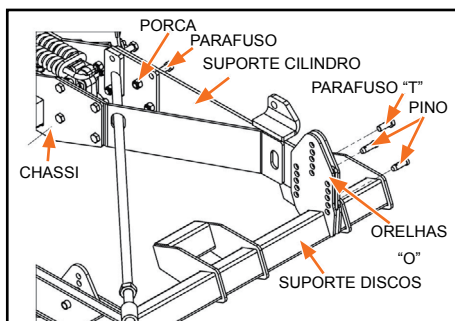

Figura 25
d) Coloque os parafusos e porcas de fixação do suporte cilindro e os pinos de regulagem de altura dos discos, nas orelhas "O" de regulagem do suporte, deixando-os igualmente regulados em relação ao cabeçalho (Figura 25).
e) Aplique os parafusos de travamento "T", nos 4 pontos de travamento do suporte dos discos, conforme indicado na (Figura 25).